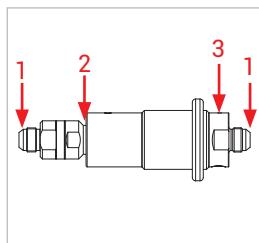
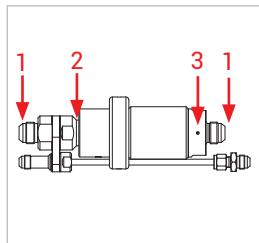

Figure 5
Figure 6
- ▶ Vérifier les points de mesure suivants (*Figure 5 et Figure 6*)
- Raccords (1)
- Au niveau des mâchoires de serrage (2)
- au niveau de l'actionnement excentrique (3)